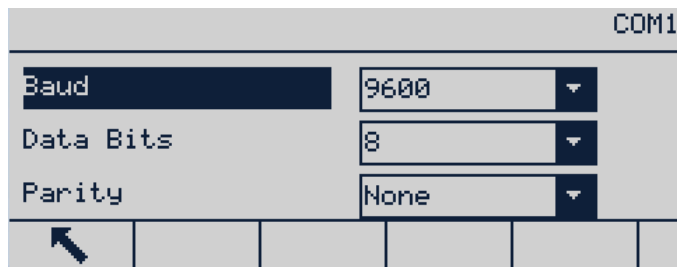

Figura B-26: Schermata configurazione COM1
- Accedere a **Comunicazione | COM1** e verificare che i parametri di comunicazione della stampante GT800 risultino impostati come mostrato nella **Figura B-26**.